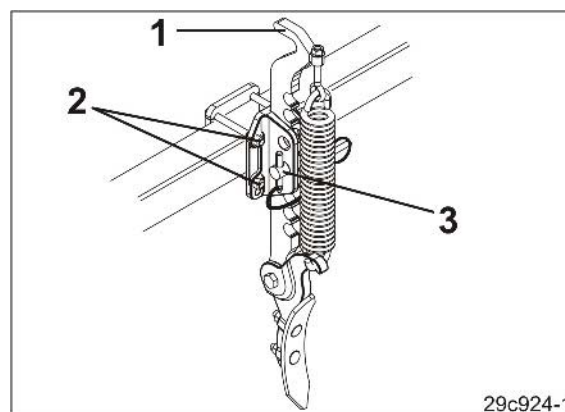

Рис. 167
1. Удерживайте следорыхлитель трактора за ручку (Рис. 167/1).
2. Ослабьте винты (Рис. 167/2) и отрегулируйте следорыхлитель трактора по горизонтали.
3. Затяните винты (Рис. 167/2).
2. Ослабьте палец (Рис. 167/3) и отрегулируйте следорыхлитель трактора по вертикали:
3. После выполнения регулировки зафиксируйте палец (Рис. 167/3) шплинтом с кольцом.